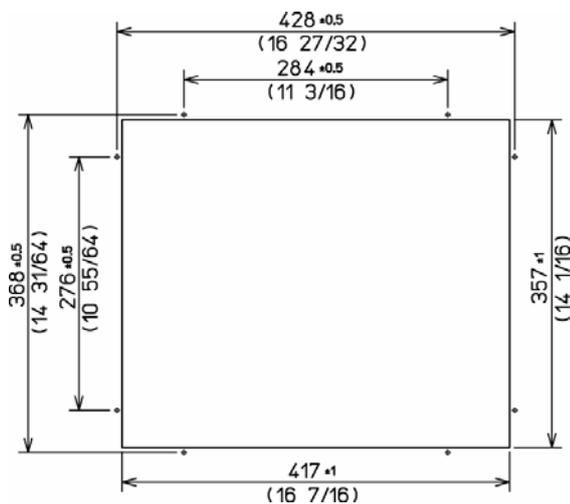

図 4.10 指示部取付け用開口部および取付け穴
(1) パネル上の指示機取付け面に図 4.10 に示す寸法で開口部および 4.5 mm の指示機取付け穴（8箇所）を加工します。